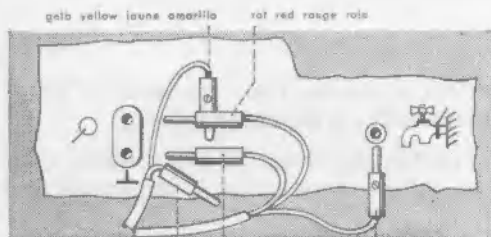

Fig. 4
a) Monaurale (einkanalige) Wiedergabe nach Fig. 4.
a) Monaural (single channel) reproduction as shown in Figure 4. In case of hum, the two banana plugs should be reversed.
Conformément à la figure 4. Si la reproduction est troublée par un ronflement, retourner les fiches de raccordement au câble de pick-up.
a) Reproducción monaural, con un sólo canal, como en fig. 4. Si se producen zumbidos bastará invertir los polos en la conexión del fonocaptor.